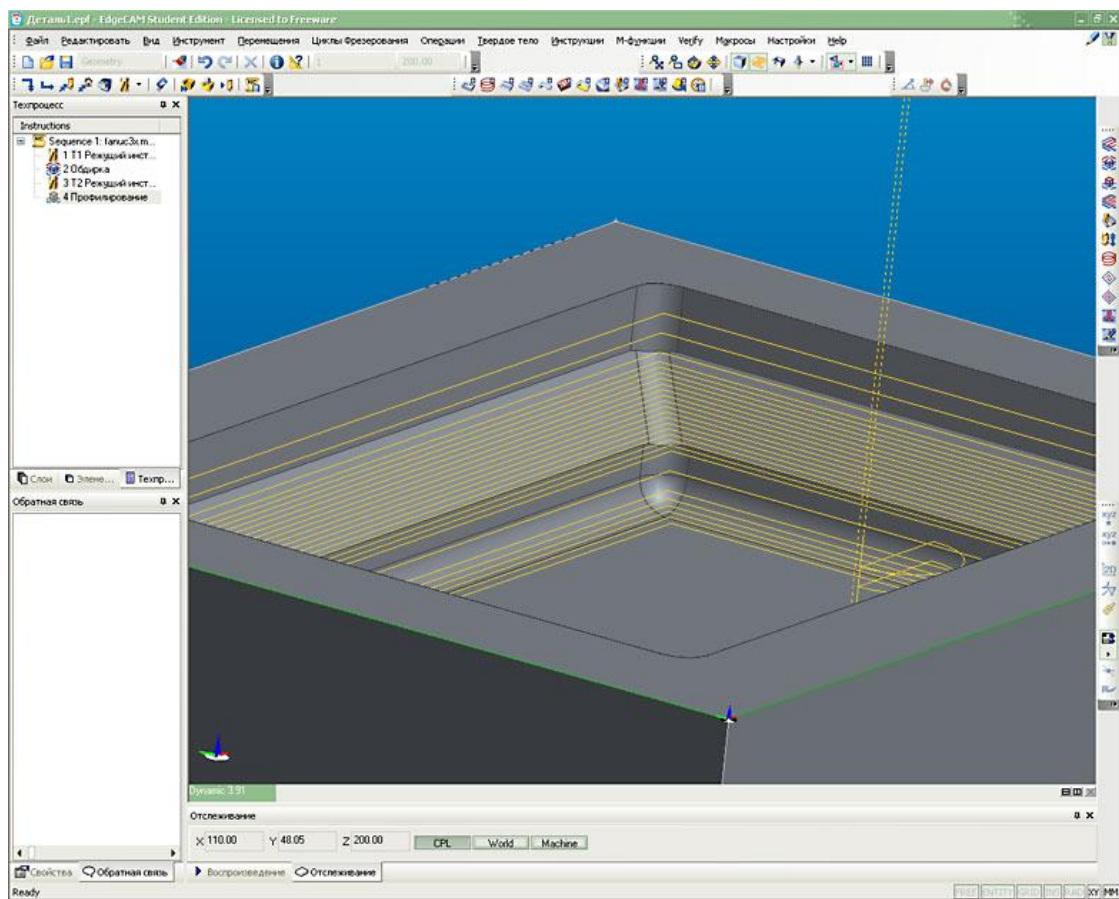

Рис. 11. Edgescam. Обработка 3D кармана с использованием функции контроля высоты гребешка.
7. На рис.11, 12, 13 показан результат обработки с использованием функции контроля высоты гребешка. На этих рисунках отчётливо видно, что в тех местах, где высота гребешка меньше заданной величины (0,5мм) приращение глубины резания (3мм) остаётся неизменной (вертикальные стенки кармана). А там где при заданном приращении глубины резания 3мм, не обеспечивается высота гребешка равная 0,5мм, Edgesat автоматически пересчитывает шаг фрезерования (наклонные стенки кармана и радиус скругления на дне).